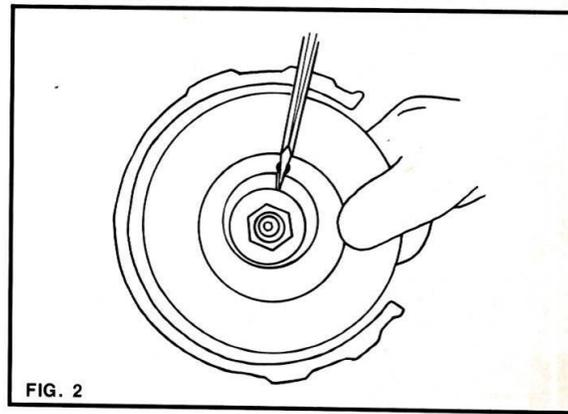

Figura 2: Cambio de ruedas.
- Alinear la ranura en V como se muestra en la figura 2.